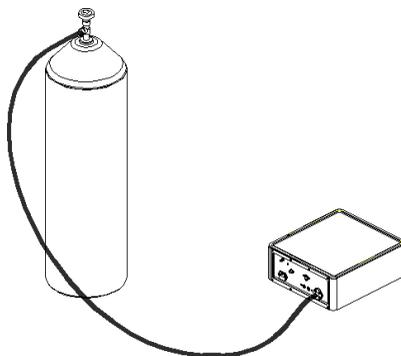

Рис. 4-4 Прямое подсоединение инсuffлятора к стальному баллону с CO₂
2. Используйте гаечный ключ, чтобы затянуть соединение патрубка высокого давления с впускным отверстием для CO₂ на задней панели инсуффлятора с усилием 11,8 Н·м (1,2 кгс·м). См. Рис. 4-4.